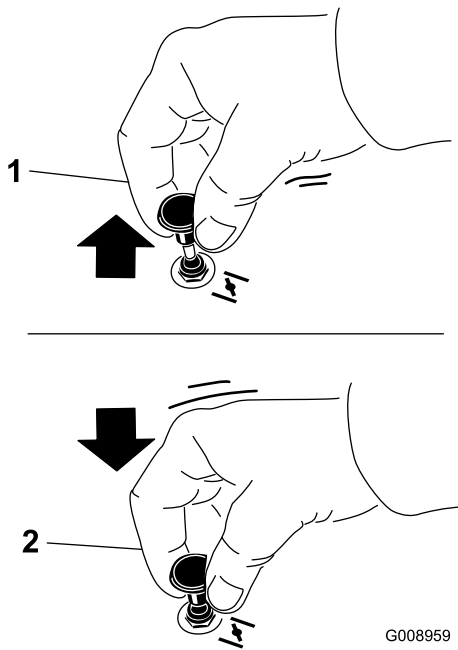

Figura 13
1. Puxe a alavanca do ar para cima para engatar o ar antes de utilizar a ignição (Figura 13).
2. Empurre a alavanca para baixo para desengatar o estrangulador do ar quando o motor estiver a funcionar (Figura 13).